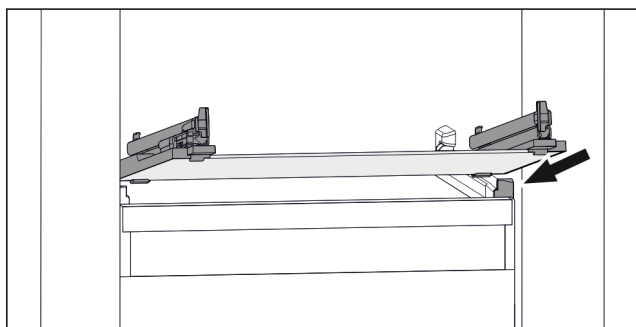

Fig. 52 Exemple de représentation de la tablette en verre
- Placer la tablette en verre, en l'inclinant, derrière les butées. (voir Fig. 52)